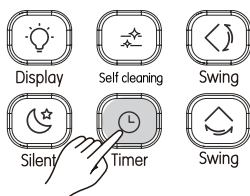

Рисунок 3.17
- ① Нажмите кнопку  (см. Рисунок 3.17), на пульте ДУ отобразится значок таймера выключения, а в поле таймера появится «0.0H». Установите время выключения по таймеру.
- ② Нажмите  для регулировки настроек таймера.
- ③ После завершения регулировки таймера информация подается на внутренний блок.
- ① Нажмите кнопку  (см. Рисунок 3.17), на пульте ДУ отобразится значок таймера включения, а в поле таймера появится «0.0H». Установите время включения по таймеру.